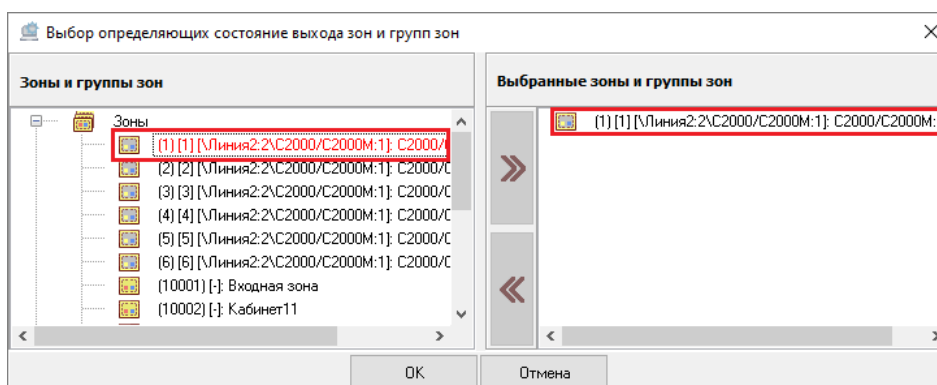

Рисунок 6-384 Выбранная в качестве определяющей состояние выхода зона
При этом для зон/групп зон, выбранных в качестве определяющих состояние выхода, применяется маркировка **красным шрифтом** (см. Рисунок 6-384).
- дважды кликните левой клавишей мыши по зоне/группе зон в поле «Зоны и группы зон». Зона/группа зон будет добавлена в поле «Выбранные зоны и группы зон» (см. Рисунок 6-384);